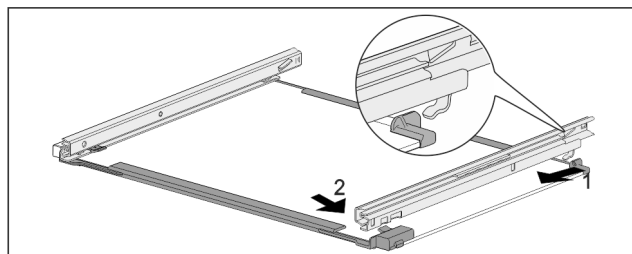

Fig. 254 Skleněná deska s kolejničkami
- Zahákněte kolejničku vzadu. Fig. 254 (1)
- Zaklapněte kolejničku vpředu. Fig. 254 (2)